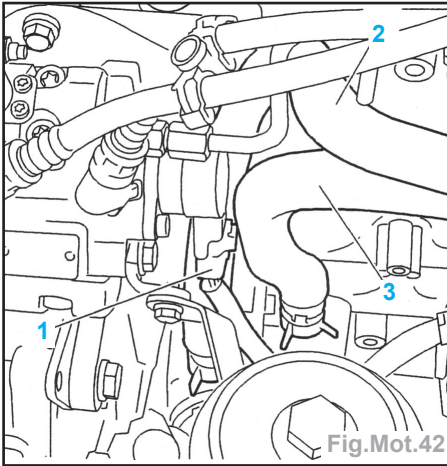

Fig.Mot.42
- Déconnecter le connecteur (1) (Fig.Mot.42).